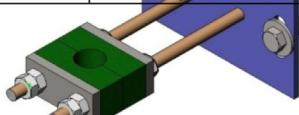

Рис. 9
- Рекомендуется устанавливать опорные направляющие для штока (Рис. 9) через каждые 1,5 метра.